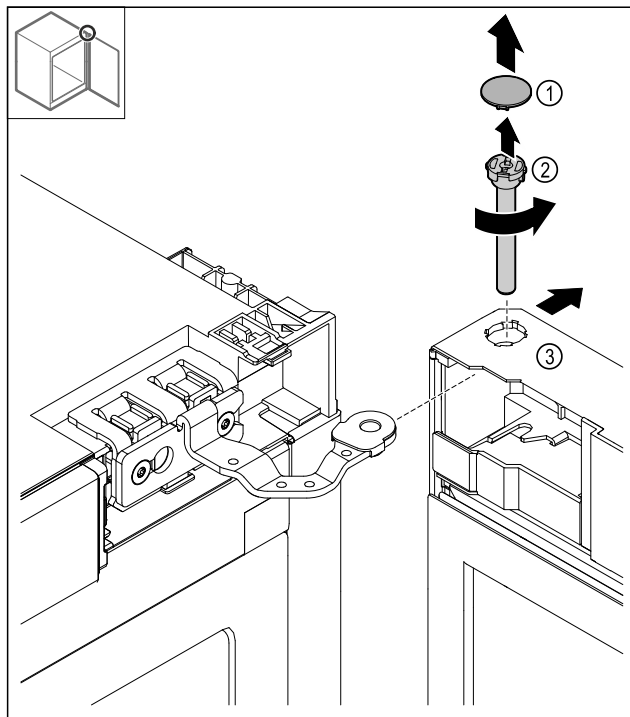

Fig. 12
- Retirer le cache Fig. 12 (1).
- Dévisser le boulon Fig. 12 (2) dans les sens inverse des aiguilles d'une montre et le retirer.
- Basculer légèrement la porte Fig. 12 (3).